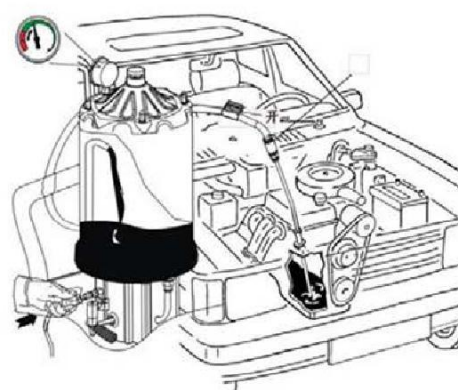

Рис.8
1. Вентиль (3) (рис.8) должен быть закрыт, чтобы исключить попадания воздуха в мерную колбу и ее повреждение.